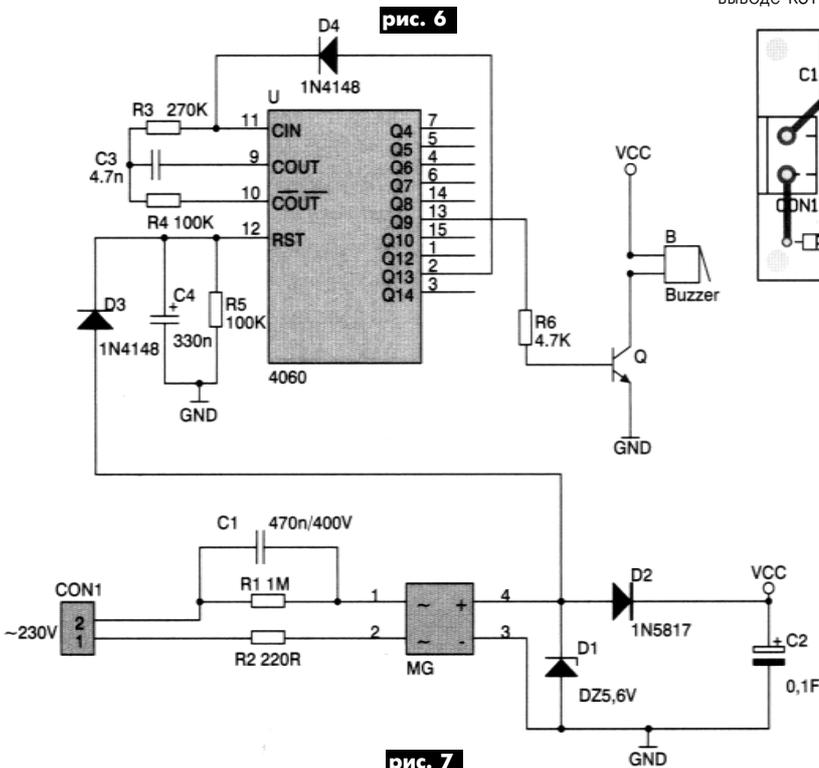

рис. 7
**Сигнализатор сети** разработал Кжиштоф Плавсюк ("Elektronika praktyczna" 8/2004). Представленный сигнализатор служит для информирования пользователей об исчезновении сетевого напряжения 220 В и выдает звуковой сигнал в виде восьми звуковых сигналов. Схема сигнализатора показана на рис.7. Устройство конструктивно состоит из двух узлов: источника питания и счетчика. Источник питания выполнен по безтрансформаторной схеме с использованием конденсатора C1, диодного мостика МГ и стабилитрона D1. Резистор R2 служит для ограничения возможных токовых выбросов в момент исчезновения напряжения в сети. На конденсаторе C2 формируется напряжение 5 В для питания устройства.